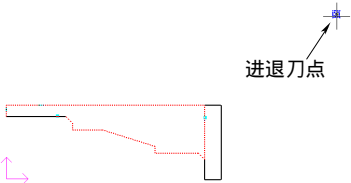

图 4-34 选择进退刀点
6) 确定进退刀点。指定一点作为刀具加工前和加工后所在的位置，如图 4-34 所示。要保证选取的点在进、退刀时不会与工件发生干涉。